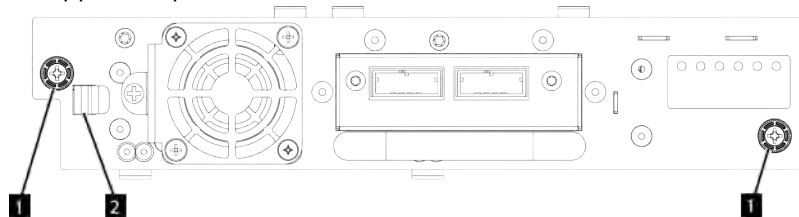

Figura 70. Sblocco dell'unità
- Allentare le viti a testa piatta blu (**1** in Figura 70 a pagina 163) sull'unità nastro. Premere la leva di blocco (**2** in Figura 70 a pagina 163) a destra e tirare indietro la maniglia dell'unità nastro mentre la parte inferiore dell'unità è supportata per rimuoverla dall'unità.